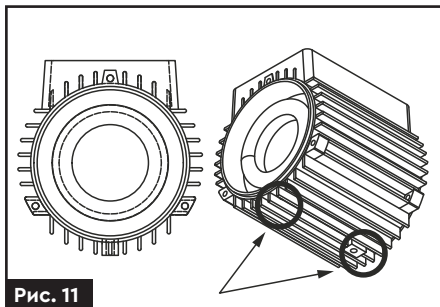

Рис. 11
7. Для зниження шуму рекомендується встановити на напірному трубопроводі опору (5) (рис. 11).
Для витoku конденсату у нижній частині електродвигуна насоса є 2 дренажні отвори, які категорично забороняється закривати (рис. 11)!